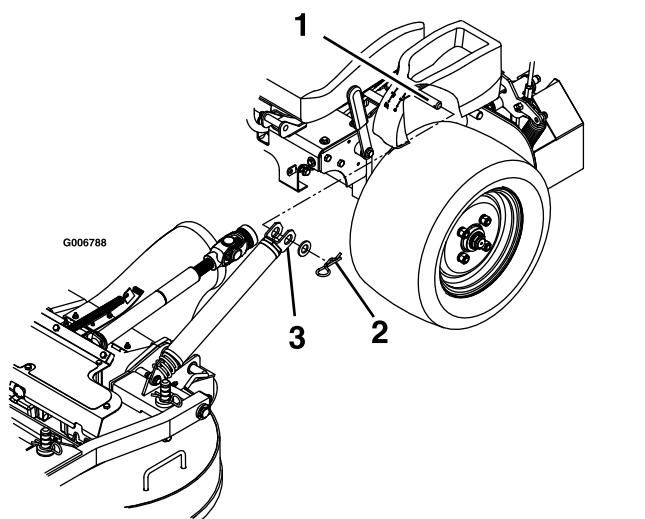

Figura 70
4. Retire los pasadores de horquilla y las arandelas de la parte superior del muelle de elevación asistida en cada lado de la máquina (Figura 70).
10. Instale los muelles en los pasadores de anclaje situados debajo de las consolas derecha e izquierda y fíjelos con una arandela y una chaveta (Figura 70).